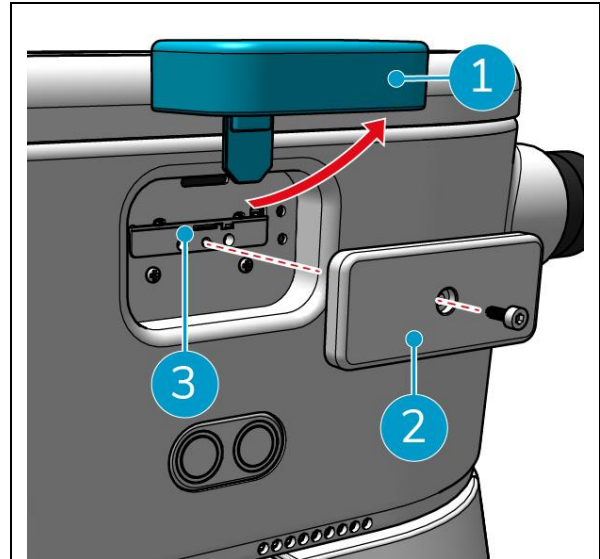

Figura 17
1. Abrir a tampa de borracha azul (Figura 17, pos. 1).
2. Retirar a placa de cobertura (Figura 17, pos. 2), utilizando uma chave Torx.
3. Insira o cartão SIM na ranhura do cartão SIM (Figura 17, pos. 3).